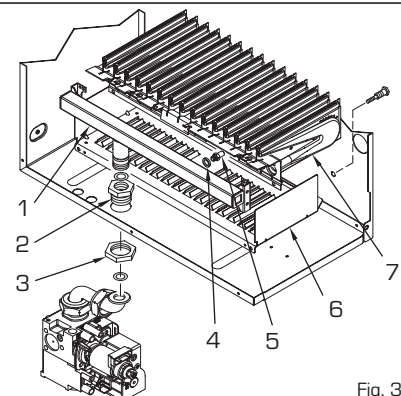

Fig. 32
Para pasar de un gas metano a GPL y viceversa, realice las siguientes operaciones (fig. 32):
- Proceda al desmontaje del grupo quemadores - colector de gas (fig. 32).